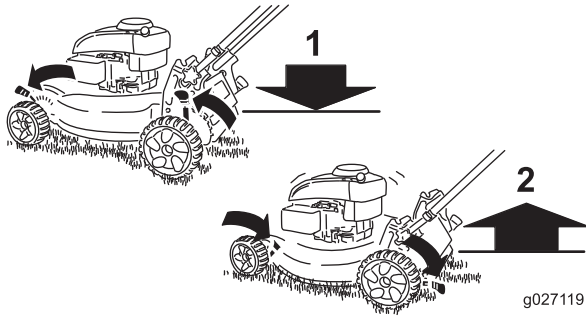

Figura 12
**Nota:** Para elevar la máquina, mueva todas las palancas de altura de corte hacia atrás. Para bajar la máquina, mueva todas las palancas de altura de corte hacia adelante (Figura 12).